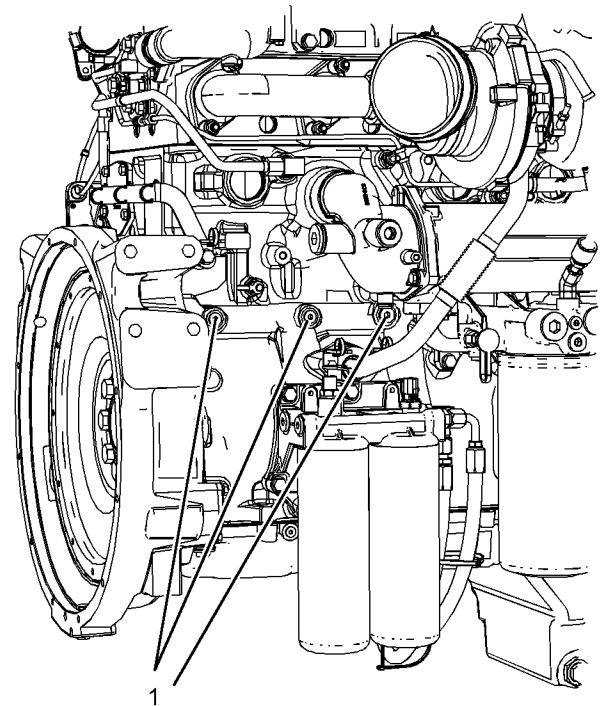

Abbildung 28
Einen der in Abbildung 28 gezeigten Stopfen entfernen, um mit dem Motorölsystem zu verbinden. Das Verbindungsteil benötigt die Maße 9/16" x 18 TPI (Gangzahl je Zoll). Darauf achten, dass die richtige Ölart verwendet wird; zu weiteren Informationen siehe dieses Betriebs- und Wartungshandbuch, "Flüssigkeitsempfehlungen". Wenn die Motorinnenflächen geschmiert sind, Verbindungsteil entfernen und Stopfen (1) einschrauben. Stopfen mit 30 Nm (265 lb in) festziehen. Perkins empfiehlt, das Verfahren bei einer Umgebungstemperatur von mindestens 10 °C (50 °F) durchzuführen.